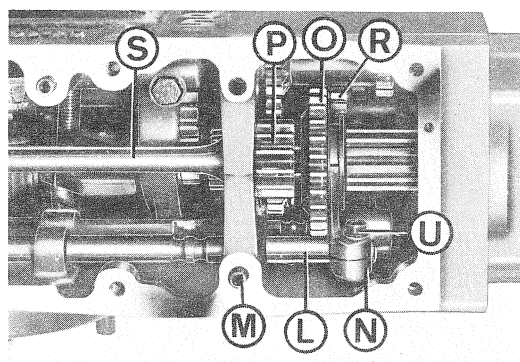

Fig. 23
- 1) Spostare l'asta **L** in modo che la seconda gola, guardando dalla parte della forcella **N**, si trovi in corrispondenza della sfera con molla **M** (vedi fig. 23).
- 2) Spostare la forcella **N** fino a che lo ingranaggio comando velocità **O** si trovi nella posizione intermedia tra le dentature **P-R** dell'albero di riduzione **S** e dell'ingranaggio secondario (vedi fig. 23).
- 3) Bloccare la forcella tramite la vite **U** (fig. 23).